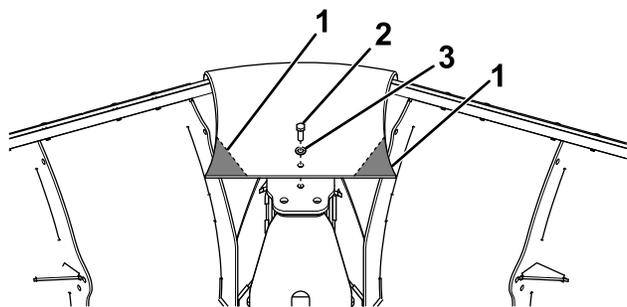

Figure 9
14. Percez un trou de 9,5 mm (3/8 po) dans la bande et fixez-la en haut de la partie centrale du chasse-neige à l'aide d'un boulon (1/2 po) et d'une rondelle (1/2 po), comme montré à la Figure 9.
15. Coupez les coins de la bande centrale pour qu'elle ne gêne pas le mouvement du chasse-neige (Figure 9).